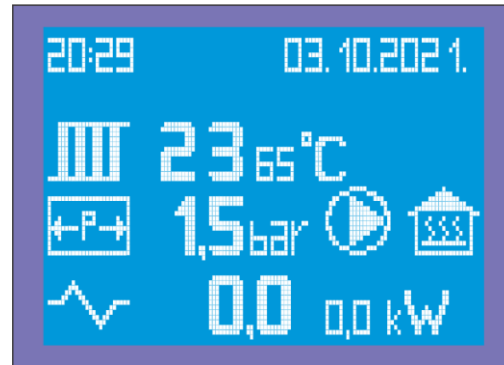

Bild 16
- 3a - Speichern Sie den eingestellten Wert (in diesem Beispiel "65" °C) und verlassen Sie die Einstellungen durch kurzes Drücken der "SET"-Taste (Bild 16).